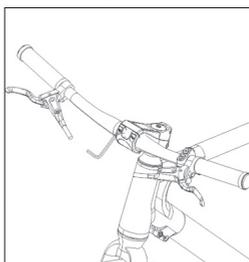

Figura 1-5
- Empurre o guidador para a esquerda e para a direita para o centrar; rode-o ligeiramente para que as manetes dos travões fiquem inclinadas para baixo. Depois, aperte gradualmente os parafusos, numa sequência A-B-C-D, como mostra a **Figura 1-5**.